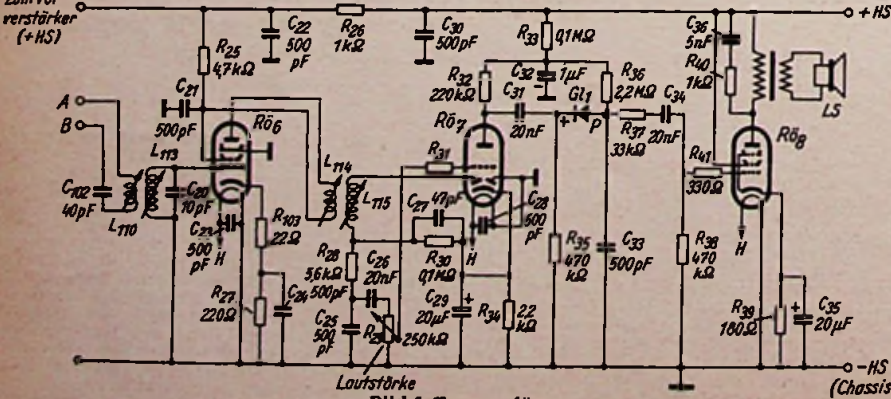

Bild 4. Bildröhre und Netzteil
genden Stufe mit der Doppeldiode  $R_4$  (EB 91) dient die linke Diode als Bildhochfrequenzgleichrichter. Am Widerstand  $R_{19}$  entsteht die Bild-„Niederfrequenz“ (etwa 0 bis 3 MHz) und gelangt an das Steuergitter der als Bildverstärker arbeitenden Röhre 5 (EF 50). Um an dieser Röhre größtmögliche Verstärkung, linearen Frequenzgang sowie weitestgehend konstante Phasenlaufzeit für den ganzen Bildniederfrequenzbereich zu erhalten, wird zur Vermeidung von Gegenkopplung die Kathode der Röhre 5 direkt an Minus (Masse) gelegt und das Steuergitter galvanisch in den Demodulatorkreis gekoppelt. Die feste Gittervorspannung wird durch den in der Minusleitung des Netzteiles (Bild 4) liegenden Widerstand  $R_{70}$  erzeugt, durch  $C_{55}$  (mind. 2500  $\mu F$ ) gesiebt und über den Katodenwiderstand  $R_{19}$  der Demodulatordiode dem Steuergitter der Röhre 5 zugeführt. Die Induktivitäten  $L_9$  in der Katodenleitung der Demodulatordiode und  $L_{10}$  im Anodenkreis der Bildverstärkeröhre sind gleichfalls als wesentliche Schaltelemente zur Verbesserung des Frequenzganges bei 2,5 bis 3,0 MHz eingefügt.
**Bildröhre und Netzteil (Bild 4)**